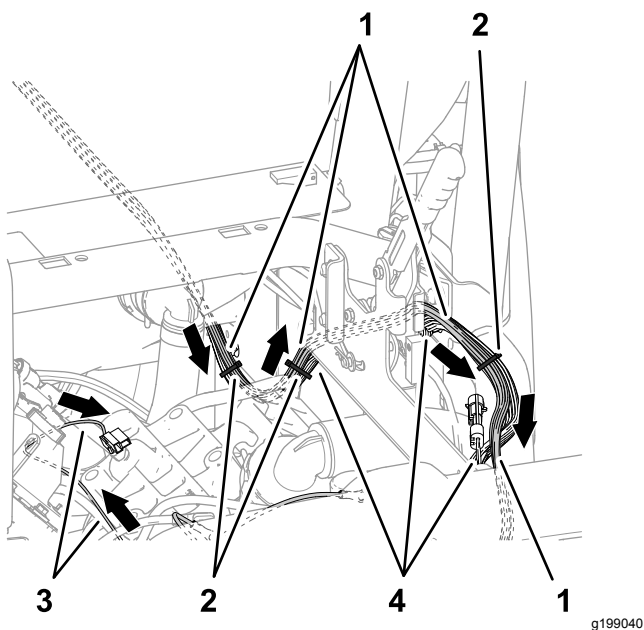
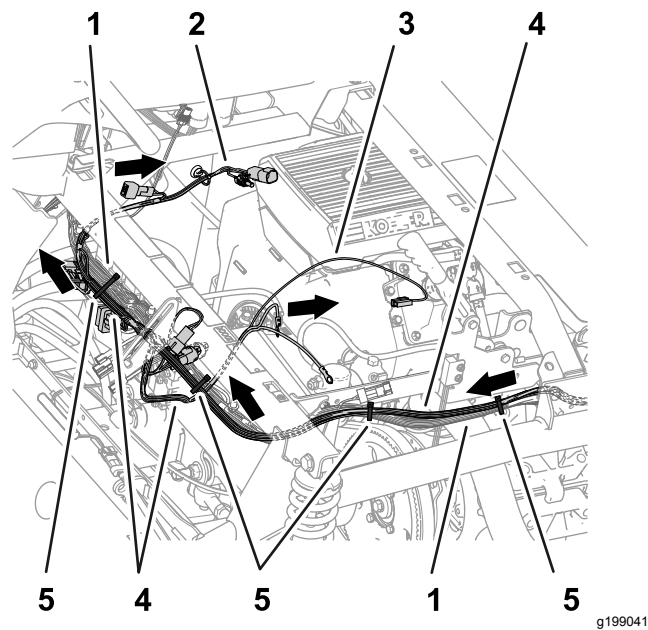

Figura 81
Figura 82
4. Disponete le diramazioni di 84 cm, 60 cm e 66 cm del cablaggio preassemblato del kit lungo il cablaggio preassemblato della macchina, all'esterno del gruppo freno di stazionamento (Figura 81).
5. Disponete le diramazioni di 84 cm, 60 cm e 66 cm del cablaggio preassemblato del kit attraverso il tubo di supporto degli ammortizzatori, come illustrato nella Figura 82.
6. Fissate il cablaggio preassemblato del kit al cablaggio preassemblato della macchina, come illustrato nella Figura 80, Figura 81 e Figura 82.